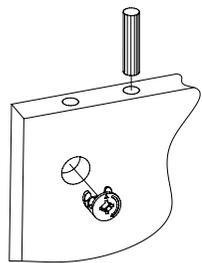

Рис.3
3. Вставить головки минификсов в соответствующие плоскостные отверстия царги 4 и боковин 2, 3 (Рис. 3).
4. Вбить шканты в соответствующие торцевые отверстия царги 4 и боковин 2, 3 (Рис. 3).